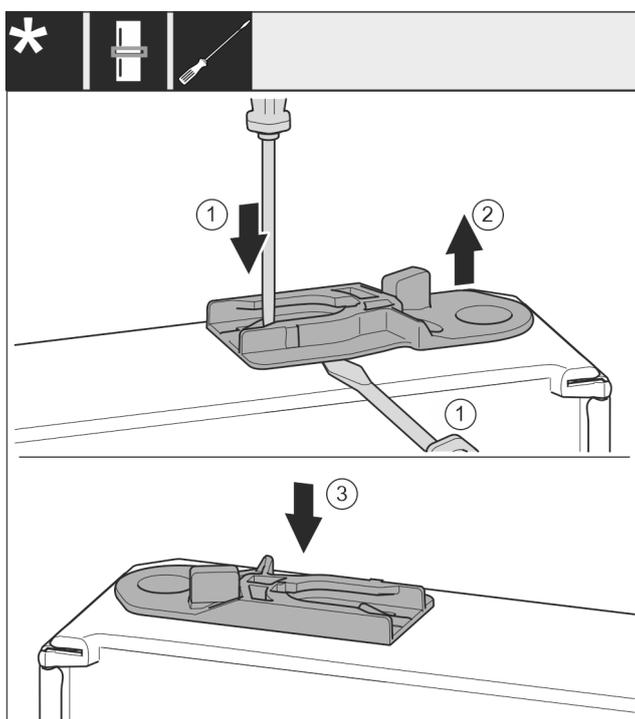

Fig. 38
- ▶ Extraer el casquillo de guía: presione la lengüeta con el destornillador para tornillos de cabeza ranurada y, al mismo tiempo, desplácela con el destornillador por debajo del casquillo de guía. *Fig. 38 (1, 2)*
- ▶ Introduzca el casquillo de guía incluido en el suministro en el otro lado de la carcasa. *Fig. 38 (3)*